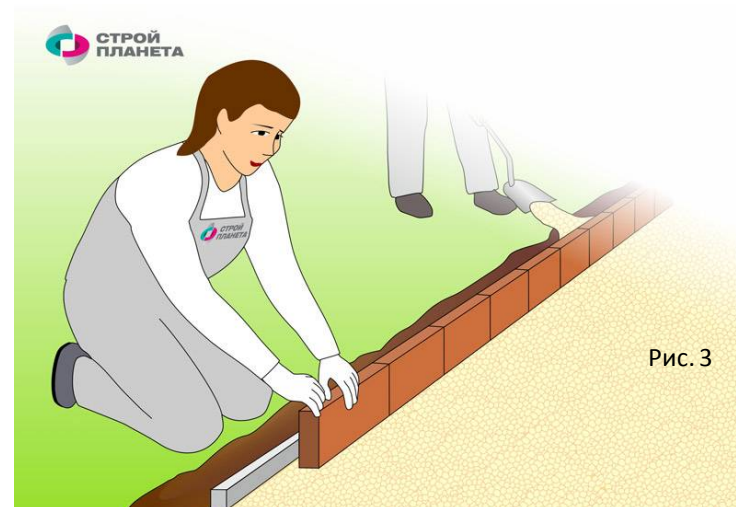

Рис. 3
5. Для того чтобы установить бордюры, по краям основания выкопайте траншеи требуемой глубины. Посадите бордюры на раствор М100, впоследствии пролив их бетоном и заполнив песком. **(Рис.3)**